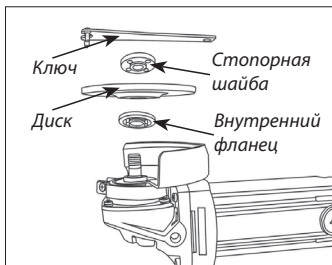

Рис. 3
1. Поставьте внутренний фланец на шпindel. Наденьте круг на внутренний фланец и накрутите стопорную гайку на шпindel (Рис. 3).